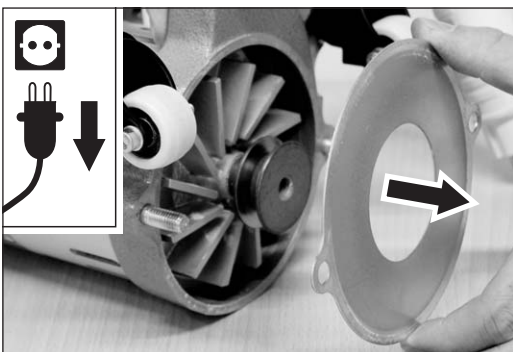

Abb. 38 Entfernen der Ventilatorabdeckung.
- 6 Entfernen Sie die Ventilatorabdeckung (Abb. 38).